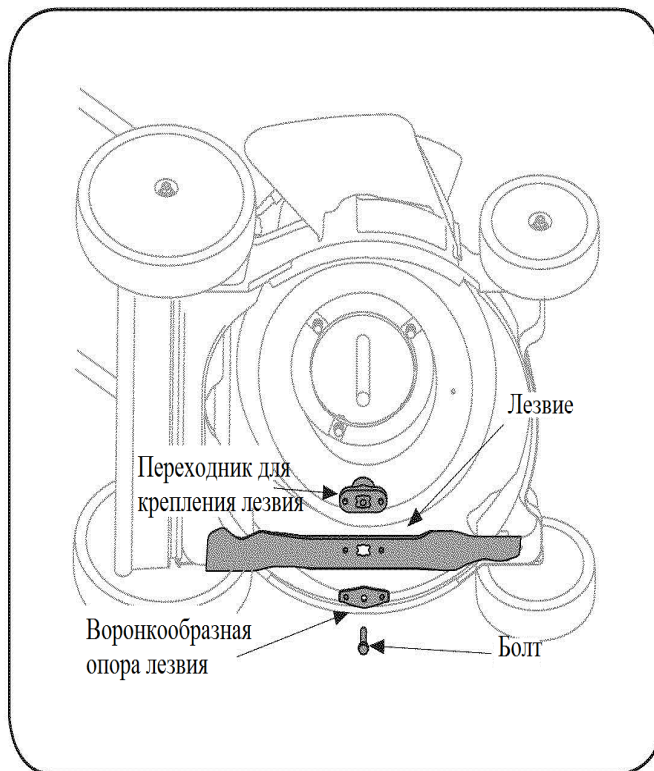

РИС. 15
2. Извлеките болт и воронкообразную опору лезвия, используемую для крепления лезвия и переходника на коленчатом вале двигателя (см. Рис. 15).